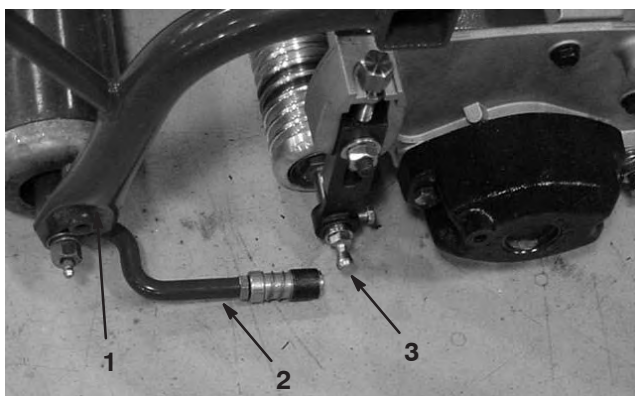

Figure 9
2. Placez une rondelle et une rotule à chaque extrémité du rouleau avant sur les plateaux de coupe (Fig. 9).
4. Repoussez la gaine sur la rotule et tournez le bras de traction vers le bas pour que la boîte s'adapte sur la sphère. Relâchez la gaine pour qu'elle vienne recouvrir le goujon, ce qui solidarise les ensembles (Fig. 9).